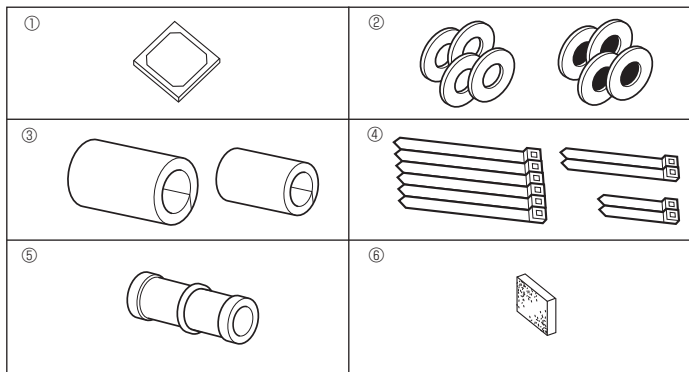

Fig. 4-1
4.1. Zubehörteile des Innengerätes prüfen (Fig. 4-1)